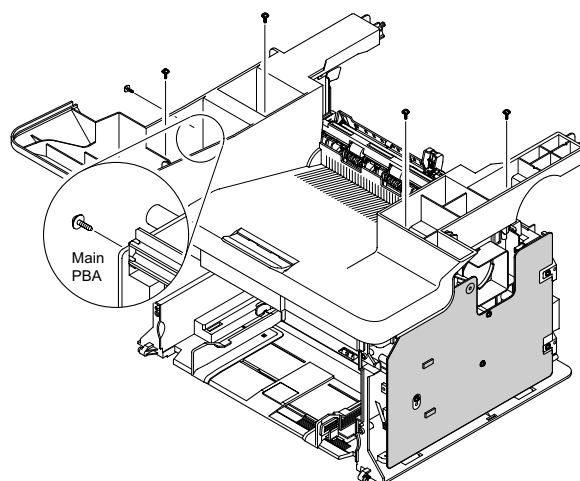

Рисунок 1
2. Выкрутите 5 винтов, крепящих среднюю крышку, рисунок 1.